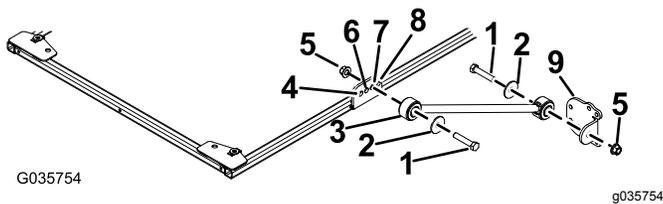

Bild 35
- Befestigen Sie an jeder Seite des Sonnendachrahmens eine Strebe mit einer Schraube ($\frac{1}{2}$ " x $2\frac{1}{2}$ "), einer Scheibe ($\frac{1}{2}$ ") und einer Bundmutter ($\frac{1}{2}$ ") lose im dritten Loch der Strebenhalterung, wie in Bild 35 abgebildet.
- Befestigen Sie eine Strebenhalterung mit einer Schraube ($\frac{1}{2}$ " x $2\frac{1}{2}$ "), einer Scheibe ($\frac{1}{2}$ ") und einer Bundmutter ($\frac{1}{2}$ ") an jeder Strebe, wie in Bild 35 abgebildet.